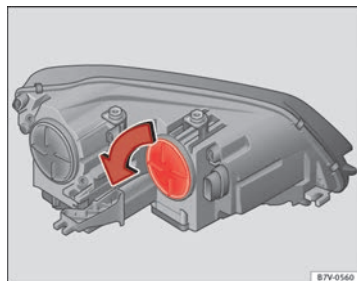

Fig. 207 Nel vano motore: Copertura dell'indicatore di direzione.
3. Ruotare la copertura ⇒ fig. 207 nella direzione indicata dalla freccia ed estrarla.
8. Ruotare la copertura ⇒ fig. 207 fino a fine corsa in direzione opposta a quella indicata dalla freccia.